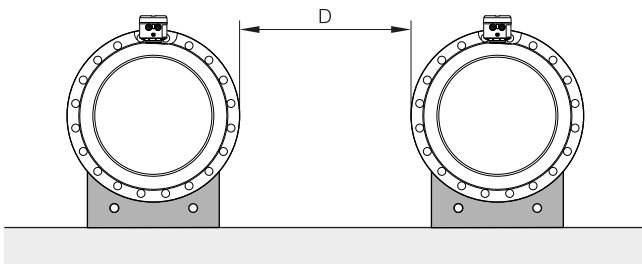

Abbildung 20 Mindestabstand
- Um eine gegenseitige Beeinflussung der Geräte zu vermeiden, den in Abbildung 20 dargestellten Mindestabstand zwischen den Geräten einhalten.